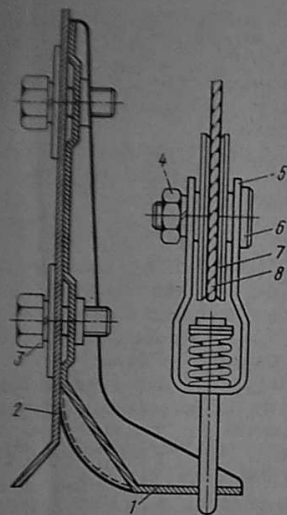

Рис. 175. Установка нижнего ролика стеклоподъемника
3. Ослабить болты 3 (рис. 175) крепления кронштейна нижнего ролика 7 на внутренней панели двери 2, вынуть крючок вилки 5 из отверстия в кронштейне 1.
3. Надеть трос сначала на верхний, а затем на нижний ролики. Для того чтобы надеть трос на нижний ролик, нужно отвинтить гайку 4 (см. рис. 175) и вынуть ось 6 ролика. Надетый на ролик и намотанный на барабан трос 8 стеклоподъемника натянуть, опуская кронштейн 1 в пределах прорезей во внутренней панели двери для болтов 3. В требуемом положении кронштейн 1 закрепить, затягивая болты 3. Проверить правильность натяжения троса, измеряя прогиб его натянутой вертикальной ветви, величина которого должна быть 20–25 мм от усилия 5 кгс, приложенного перпендикулярно к направлению ветви троса на расстоянии 160 мм от оси нижнего ролика.